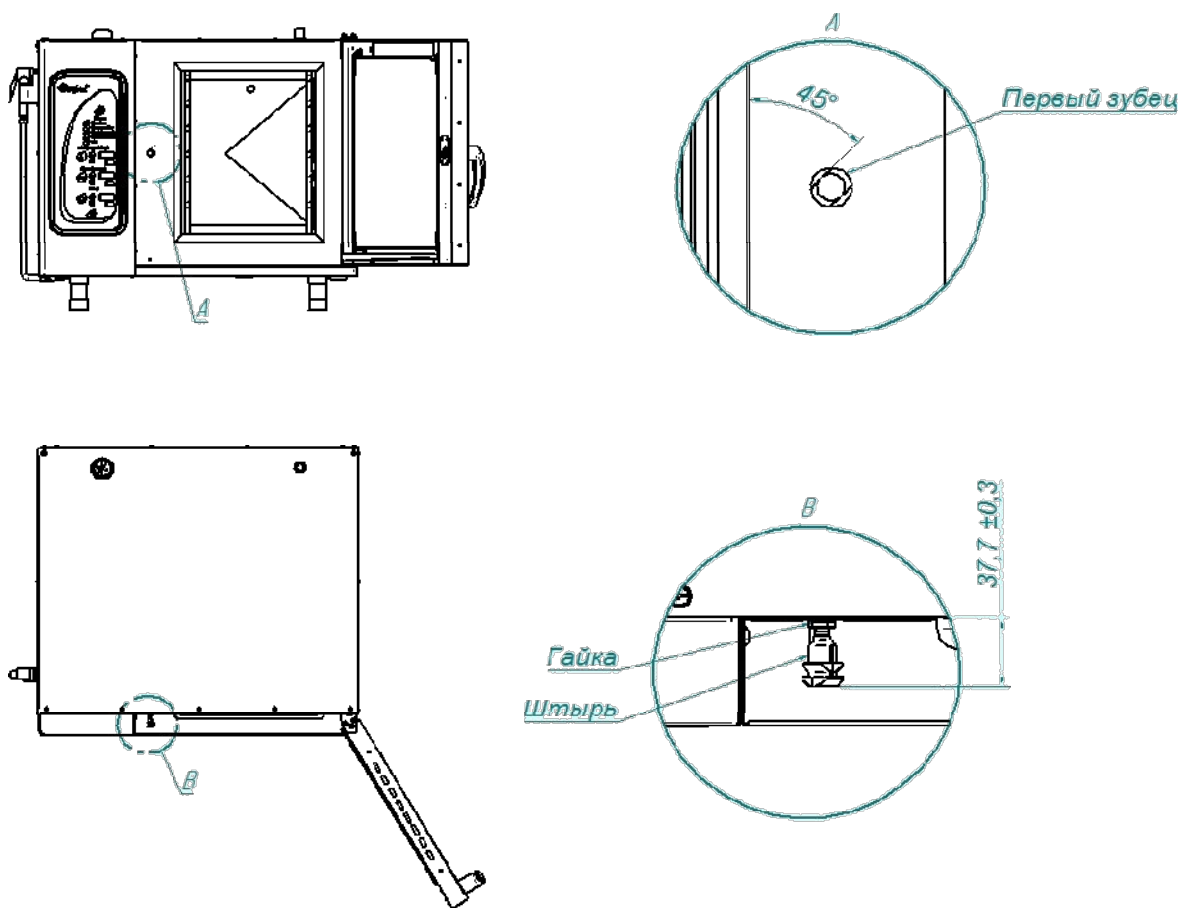

Рис. 11. Регулировка замкового устройства
При ослаблении уплотнителя двери пароконвектомата необходимо отрегулировать положение штыря (см. рис. 11). Для этого:
- отрегулировать положение штыря согласно указанным размерам и положению зубцов (при ослаблении профиля штырь необходимо закручивать, т.е. уменьшить размер 37,7мм, выдерживая угол 45° – см. рис. 11);